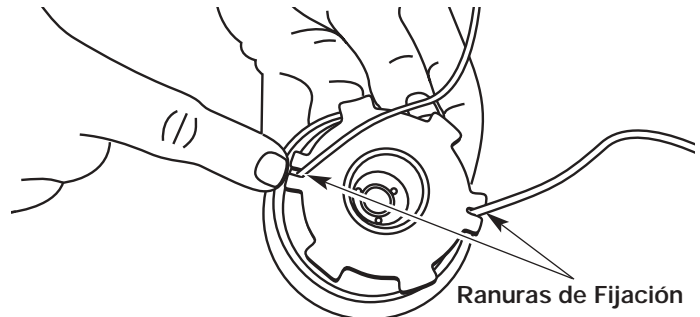

Fig. 31
12. Inserte los extremos de la línea en las dos ranuras de fijación (Fig. 31).